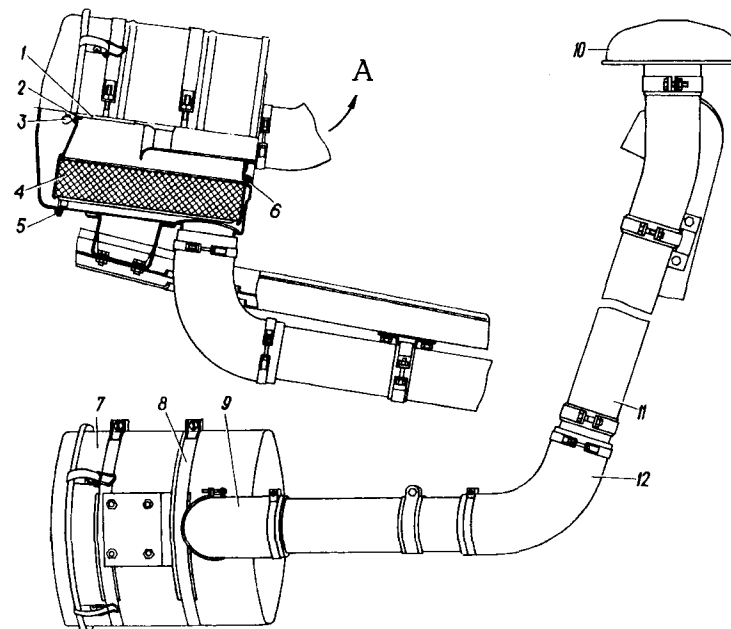

Рис. 7.8. Воздушный фильтр:
**7.7. Воздушный фильтр** сухого типа со сменным фильтрующим элементом из пористого фильтркартона. Состоит из корпуса 7 (рис. 7.8), фильтрующего элемента 4 и крышки. Для обеспечения герметичности имеются резиновые прокладки 5 и 6.